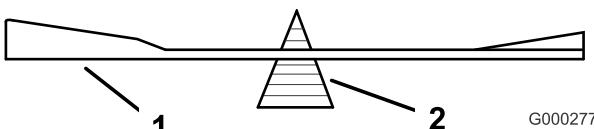

Figura 28
2. Verifique el equilibrio de la cuchilla colocándola sobre un equilibrador de cuchillas (Figura 28).